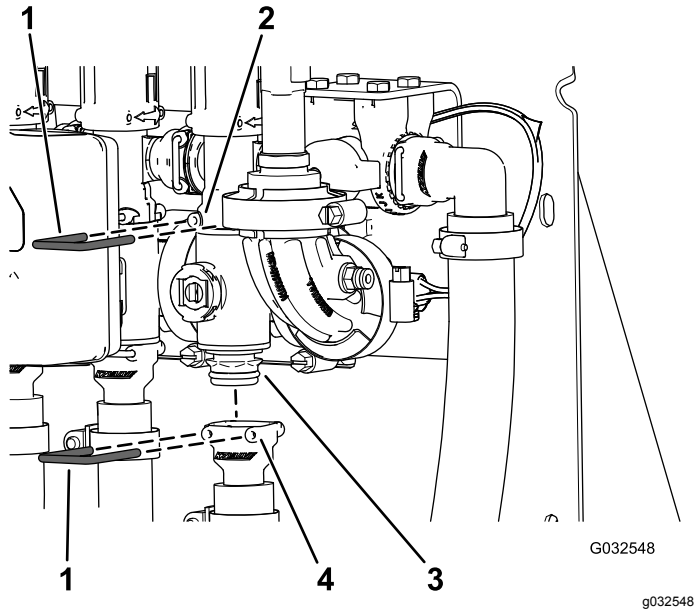

図 105
2. 個別ブームバルブのマニホールドをバイパスフィッティングに固定しているリテーナを外す 図 105。